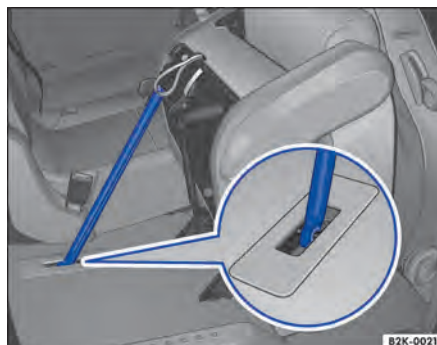

Abb. 74 Zweite Sitzreihe: vorgeklappten Sitz mit Sicherungsstange sichern.
3. Sicherungsstange aus der Halterung lösen und fest in die Sitzverankerung drücken, bis die Sicherungsstange verriegelt ist → Abb. 74.